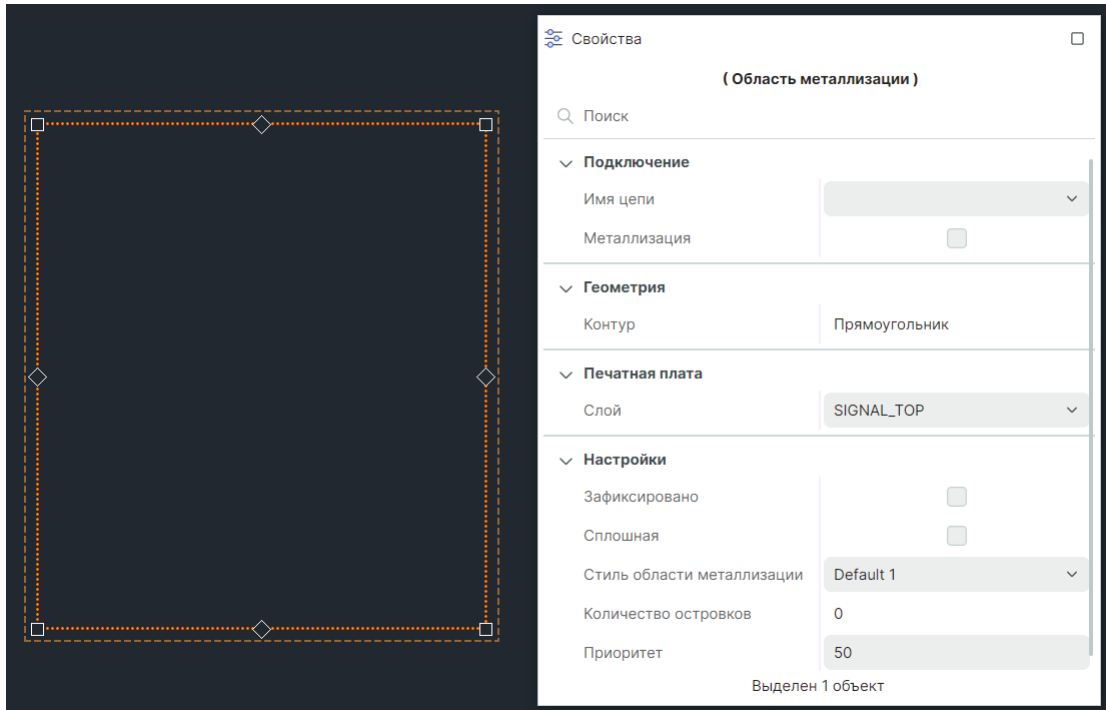

Рис. 431 Область металлизации с контуром прямоугольник и свойства области металлизации
- По завершению построения области металлизации в окне «Свойства» отображаются текущие параметры области металлизации, см. Рис. 431.